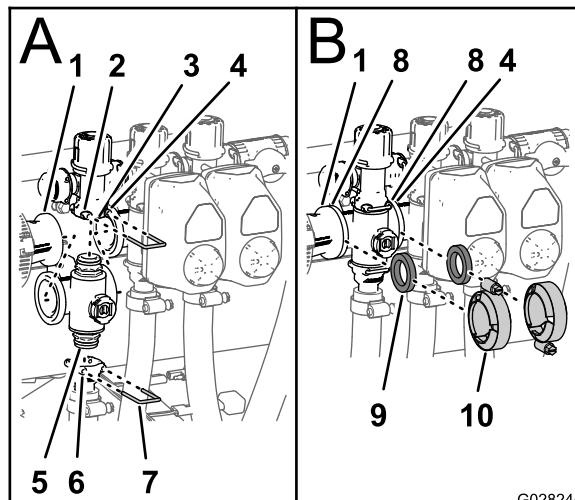

Рисунок 78
1. Вставьте верхний штуцер торцевой крышки коллекторного клапана в перепускной штуцер (**Рисунок 78 А.**).
2. Закрепите штуцер торцевой крышки на перепускном штуцере, вставив держатель в гнездо перепускного штуцера (**Рисунок 78 А.**).
3. Установите выпускной штуцер на нижний штуцер торцевой крышки коллекторного клапана (**Рисунок 78 А.**).
4. Прикрепите штуцер торцевой крышки к выпускному штуцеру, вставив держатель в гнездо выпускного штуцера (Рисунок 78А).
5. Установите прокладку между фланцами переходной муфты и коллектором клапана секции (Рисунок 78В).
6. Смонтируйте переходную муфту, прокладку и коллектор клапана секции с помощью хомута, затянув его от руки (Рисунок 78В).
7. При установке 2 самых левых клапанов секций установите прокладку между фланцами 2 прилегающих коллекторов клапанов секций (Рисунок 78В).
8. Смонтируйте 2 находящихся рядом коллектора клапанов секций и прокладку с помощью хомута, затянув его от руки (Рисунок 78В).